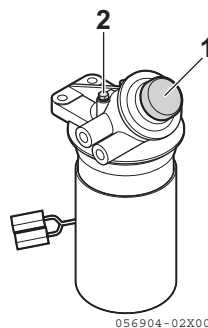

Figure 4
3. Desserrez les vis de purge d'air (**Figure 4, (2)**) de 2 à 3 tours.
4. Pompez avec la pompe d'amorçage (**Figure 4, (1)**) pour libérer l'air par la vis de purge d'air.